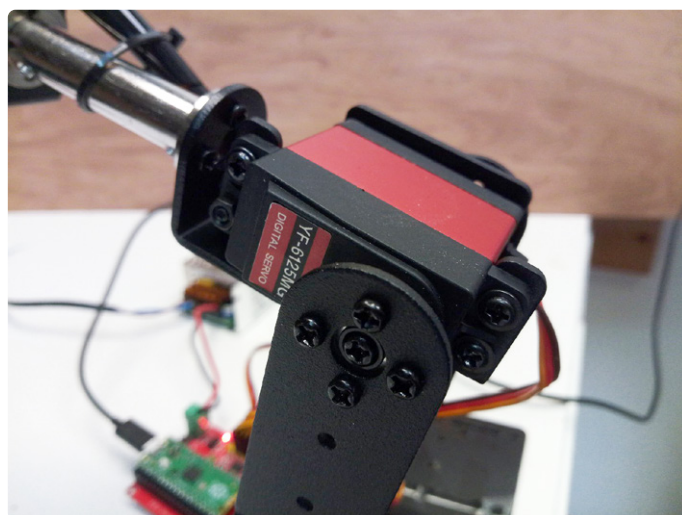

Figure 5. Les servos YF-6125MG sont puissants et doivent supporter la majeure partie du poids du bras.
- Utilisez d'abord les deux servos rouges YF-6125MG (**figure 5**). Mon kit en comprenait trois (un de rechange), mais le manuel et la vidéo les utilisent partout. Ces servos sont les plus forts et peuvent supporter le plus de poids, ils doivent donc être placés sur la partie inférieure du bras.